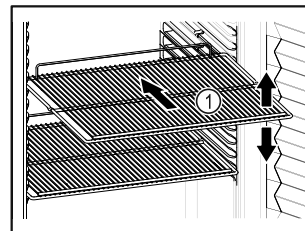

Fig. 18 Ενδεικτική απεικόνιση
- ❑ Εάν οι σχάρες Fig. 18 (1) είναι ρυθμιζόμενες, προσαρμόστε τα ανάλογα με το ύψος.